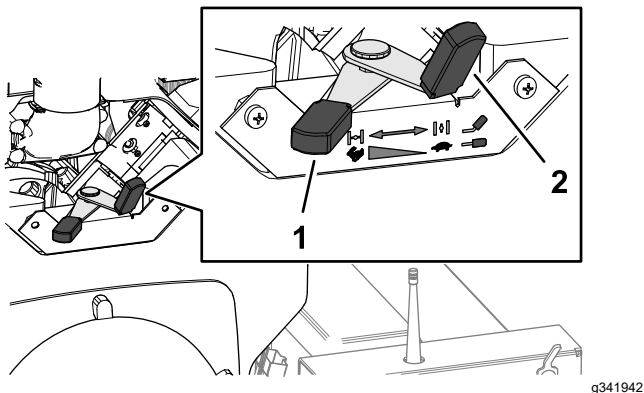

Figure 17
2. Avant de démarrer le moteur à froid, placez la commande de starter (Figure 17) en position EN SERVICE.